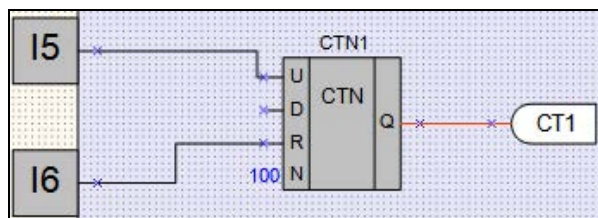

Рисунок 3.13 – Пример применения выходной сетевой переменной: чтение по сети текущего значения выхода ФБ «Универсальный счетчик»
**Шаг 4** – подсоединить выход/вход сетевой переменной к необходимому компоненту, рисунок 3.13;